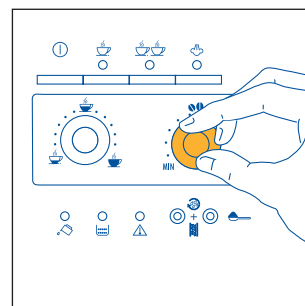
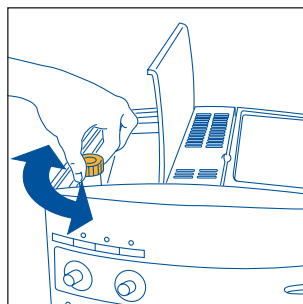

Fig.7
Fig. 17
- 2) Reguler knappen til højre (fig.7) for at indstille den ønskede kaffesmag. Jo mere den drejes med uret, jo større bliver mængden af kaffebønner, som maskinen maler, og derfor vil kaffe komme til at smage tilsvarende stærkere. Ved førstegangsbrug skal man foretage flere prøver og brygge kaffe flere gange, indtil man finder ud af knappens korrekte position. Pas på ikke at dreje for meget med uret, for ellers risikerer du at opnå et for langsomt udløb (i dråber), især når du skal brygger to kopper kaffe.
BEMÆRK 1: Hvis kaffen løber ud dryppende eller slet ikke løber ud, er det nødvendigt at dreje knappen til regulering af malingsgraden (fig. 17) med uret, indtil den siger klik en gang (jvf. par. 6). Prøv et klik ad gangen, indtil du finder en tilfredsstillende kaffebrygning.
BEMÆRK 2: Hvis kaffen løber for hurtigt ud og kaffecremen ikke er tilfredsstillende, drej knappen til højre lidt (fig.7) med uret. Man skal foretage flere prøver og brygge kaffe flere gange, indtil man finder ud af knappens korrekte position. Pas på ikke at dreje for meget mod uret, du risikerer at få en for lang udstrømning (dryppende), især når man ønsker to kopper kaffe. Hvis efter nogle kopper kaffe kaffecremen endnu ikke er tilfredsstillende, drej også knappen til regulering af malingsgrad (fig.17) mod uret indtil den siger klik en gang (jvf. par. 6).
For at undgå det, er det nødvendigt at regulere kaffens malingsgrad ved at dreje knappen til regulering af malingsgrad (fig.17) mod uret, indtil den siger klik en gang (som beskrevet i kap. 6).
Kaffekværnen skal ikke reguleres, i hvert fald i starten, fordi den er blevet forud indstillet på fabrikken, for at opnå korrekt kaffeudløb. Efter at man har brygget de første kopper kaffe, hvis kaffeudløbet skulle være for hurtigt eller for langsomt (dryppende), er det nødvendigt at genindstille malingsgraden ved hjælp af knappen til regulering af malingsgrad (fig. 17).